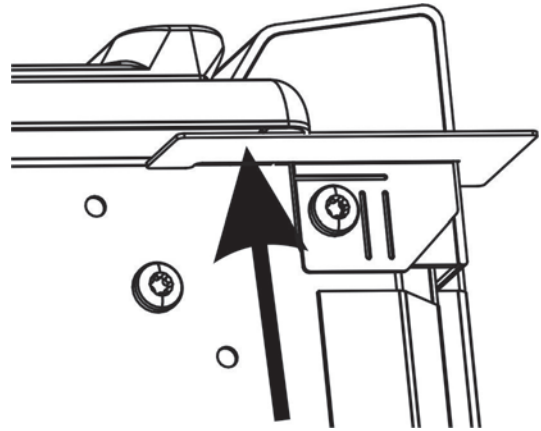

Figura 5: Cómo ajustar el tornillo
- Presione el protector para esquinas hacia arriba donde lo indica la flecha (consulte la Figura 5: Cómo ajustar el tornillo) mientras completa el ajuste del tornillo.